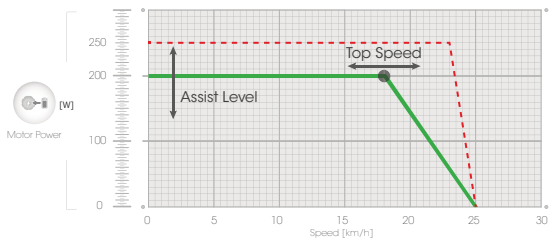
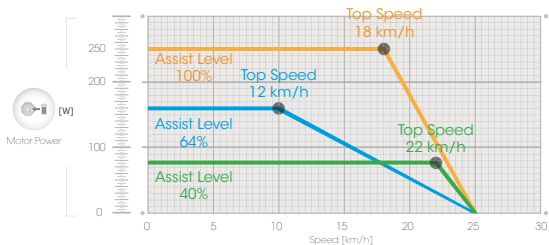

Abbildung 8: Motor-Einstellungen und Leistungsbegrenzung
Abbildung 9: Beispiele unterschiedlicher Motor-Einstellungen
Wenn Sie das UNTERSTÜTZUNGSNIVEAU (0 % bis 100 %) ändern, stellen Sie die maximale Stärke der Unterstützung durch den Motor ein. 100 % bedeutet 250 W Maximum. Bitte entnehmen Sie weitere Informationen aus Abbildung 8 und Abbildung 9.
**▲ACHTUNG: Die Unterstützung hängt auch davon ab, mit wieviel Kraft Sie pedalisieren. Die Abbildung 8 and Abbildung 9 soll Ihnen die Motor-Einstellungen illustrieren, aber KEINE genauen Informationen über.**